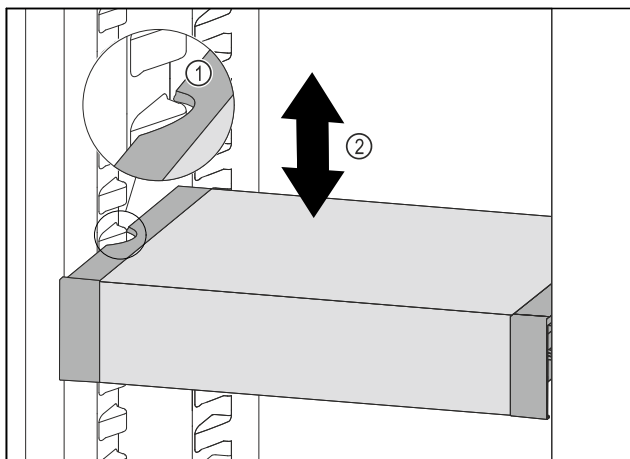

Fig. 211
- VarioSafe nach vorne ziehen, bis sich die seitlichen Aussparungen des VarioSafes auf Höhe der Behälterrippe im Kühlteil befinden. Fig. 211 (1)
- VarioSafe im Kühlteil nach oben oder unten bewegen, bis gewünschte Höhe erreicht ist. Fig. 211 (2)